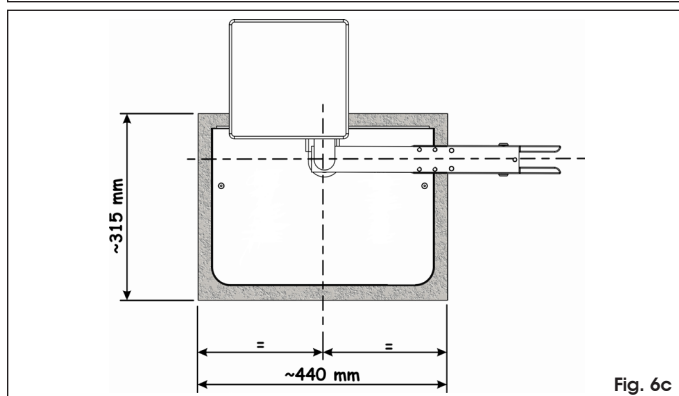

Fig. 6c
*Doordat een tandwielplaat voor een opening van 180° is gebruikt, kan de behuizing op een willekeurige plaats worden ingemetseld. De pen op de behuizing moet altijd in één lijn zijn met de rotatie-as van de vleugel (Fig. 6c).*